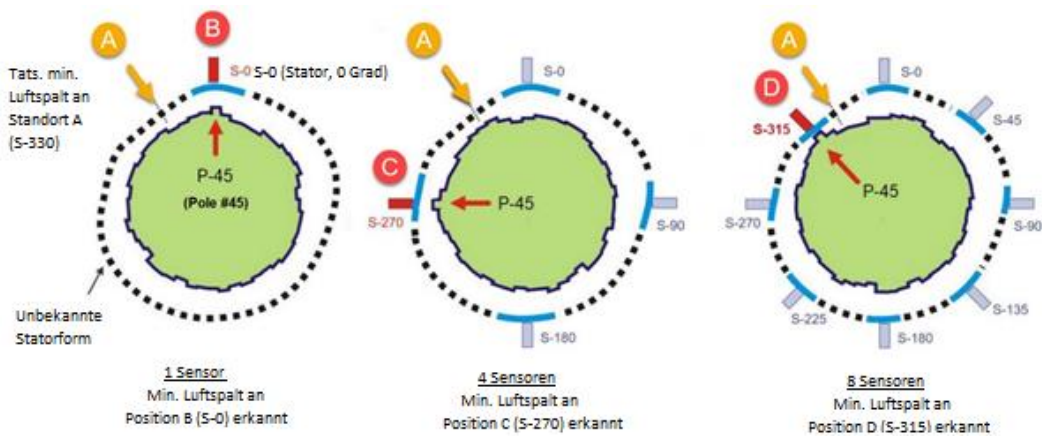

Abbildung 7-2) Min. Luftspalt, Anzahl der Sensoren
Abbildung 7-2 zeigt, wie zusätzliche Sensoren die Genauigkeit erhöhen. Wenn ein Sensor (B) bei 0 Grad (S-0) installiert ist, wird der minimale Luftspalt (selbstverständlich) an dieser Stelle (d. h. B, S-0) erfasst. Bei vier installierten Sensoren wird der minimale Luftspalt in unserem Beispiel an der Sensorposition (C, S-270) erkannt, bei acht Sensoren an der Sensorposition (D, S-315).